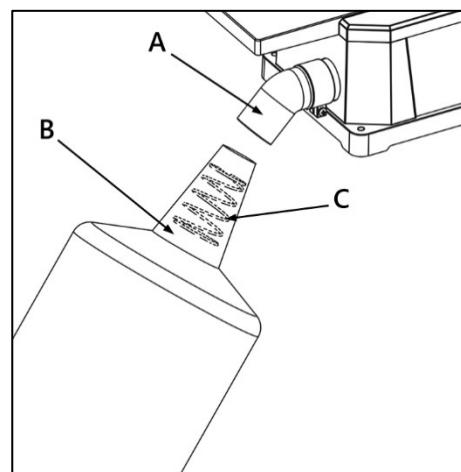

Рисунок 6.
Откройте молнию на дне фильтр-мешка и расположите пружину (C) (рис. 6) внутри растрuba фильтр-мешка (B). Присоедините раструб со вставленной пружиной к патрубку (A).